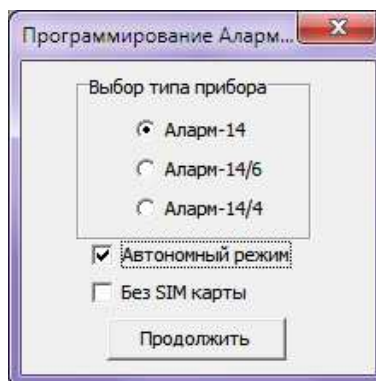

Рисунок 17
4.1 При запуске программы Alarm14prog.exe в окне выбора исполнения прибора дополнительно отметьте «Автономный режим» и нажмите «Продолжить» (Рисунок 17).